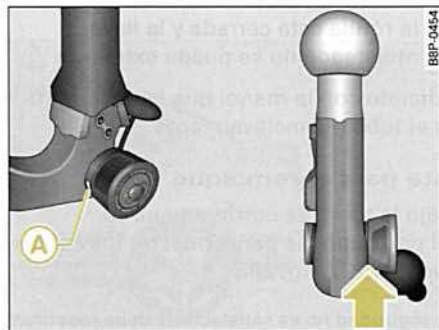

Fig. 201 Dispositivo desmontable para remolque: Comprobación de seguridad
- Compruebe si la marca verde **A** ⇒ fig. 201 de la rueda moleteada se encuentra en la zona negra de la rótula. ►